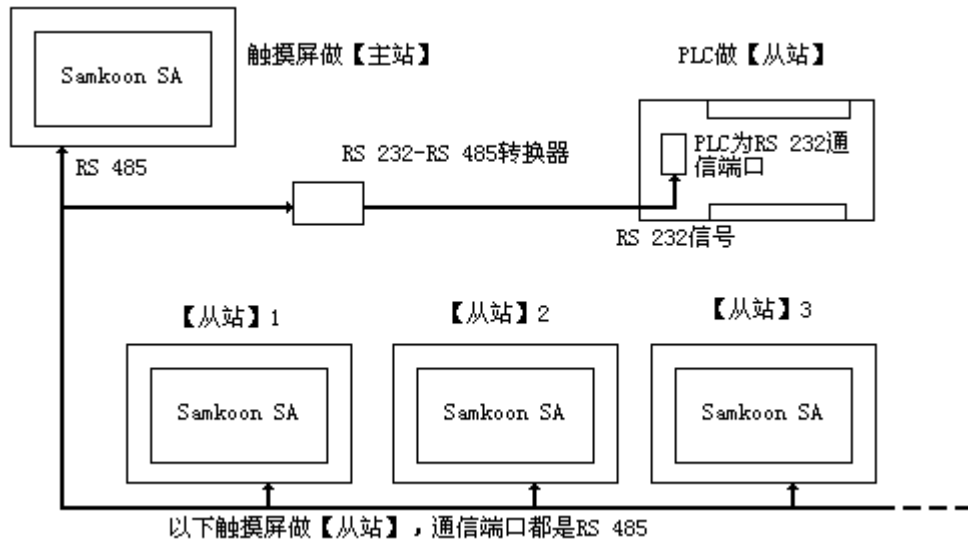

图 8-5 PLC(RS232)做【从站】的“一机多屏”连接示意图
1. 连接 PLC 的通信口为 RS 232，连接方式和做【主机】的系统设置如下图 8-5，图 8-6，图 8-7 所示：